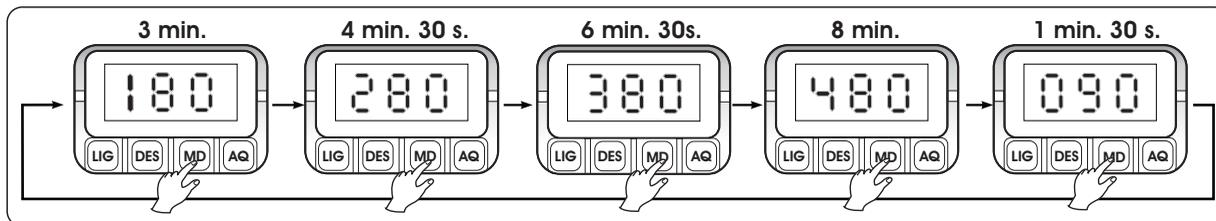

Fig. 13
- 6► Selecione o tempo desejado no teclado utilizando a tecla **MD**. A seleção de tempo inicia com o ciclo padrão de 180s (3 min.). A cada toque na tecla **MD**, o display exibirá um dos 5 tempos de limpeza pré-programados (Fig. 13).